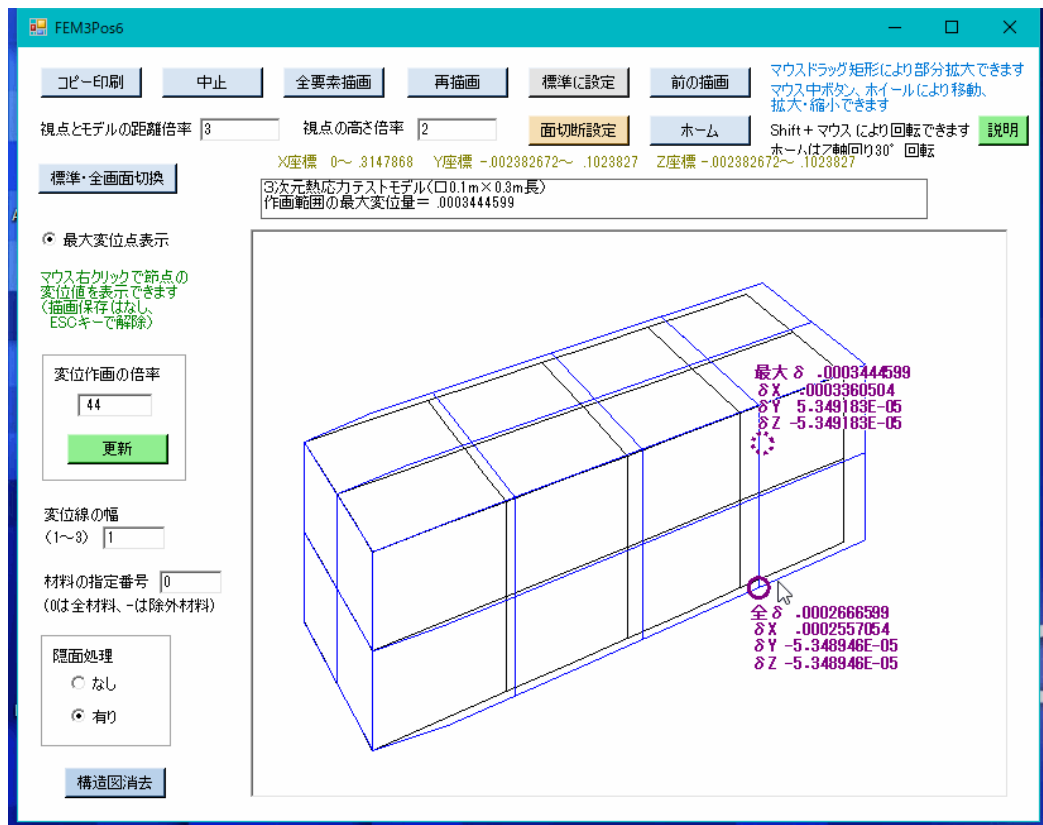

図6-13 変位図の作画画面（マウス右クリックの節点の変位値表示）
- ⑥マウス右クリックで任意の節点を選択すると、図6-13のように同節点の変位値が表示されます。
- ⑦「標準・全画面切替」ボタンをクリックすると、標準画面と全画面を切り換えることができます。また、画面Formの右下コーナー等をマウสดラッグすることにより、標準画面と全画面の間で自由に拡大・縮小できます。
- ⑧マウス中ボタン、ホイールにより移動、拡大・縮小を行なうことができます。中ボタンを押したまま動かせば図形を移動できます。また、ホイールの回転により拡大・縮小ができます。
⑨繰り返して描画を実施した場合、「前の描画」ボタンをクリックすると1つずつ前の描画にさかのぼることができます。